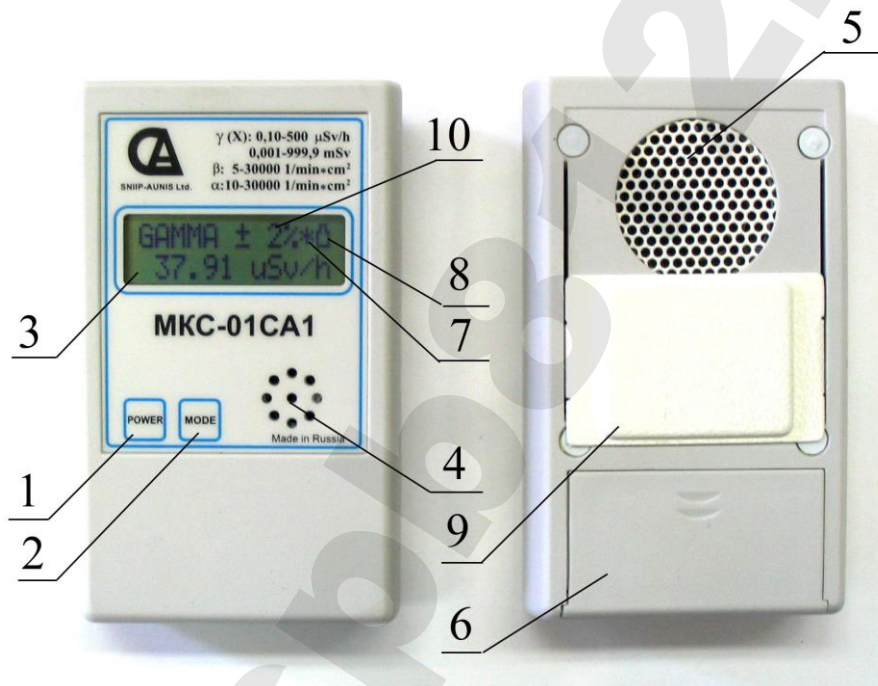

Рис.1. Органы управления МКС-01СА1Б
- 9 - Передвижной экран, фиксируется в крайних положениях, соответствующих выбранному режиму работы. В режиме «**БЕТА**» и «**ALPHA**» - экран открыт (нижнее положение, как показано на Рис.1), в режиме «**ГАММА**» -экран закрыт (верхнее положение)
Индикация разряда элементов питания - при разряде элементов питания до напряжения $1,6\text{В}$ на дисплее в правом верхнем углу появляется символ в виде цилиндрического элемента питания (Поз.8 на Рис.1).
Прибор циклически ежесекундно выполняет процесс оценки и уточнения результатов измерений с индикацией на дисплее (Поз.10 на Рис.1) текущей статистической погрешности (δ) в доверительном интервале $0,95$. В неизменном (стационарном) поле ионизирующего излучения показания прибора с течением времени непрерывно усредняются и уточняются. Одновременно с этим уменьшается значение погрешности δ от $\pm 99\%$ до $\pm 1\%$.
- снять крышку отсека питания (см. рис. 1);
- закрыть входное окно детектора экраном (см. Рис.1);
- включить питание прибора (однократно нажать и отпустить кнопку «**POWER**»). При включении на дисплее в течение 2 секунд появляется реклама изготовителя: «**МКС-01СА1**» и тел. «**(499) 198 97 91**»
- открыть входное окно детектора, сдвинув экран (см. Рис.1) в нижнее положение;